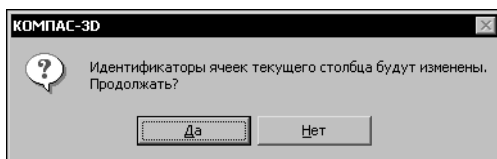

Рис. 22.3. Предупреждение об автоматическом изменении идентификаторов
- 10.10. На экране появится предупреждение об изменении идентификаторов ячеек текущего столбца (рис. 22.3).